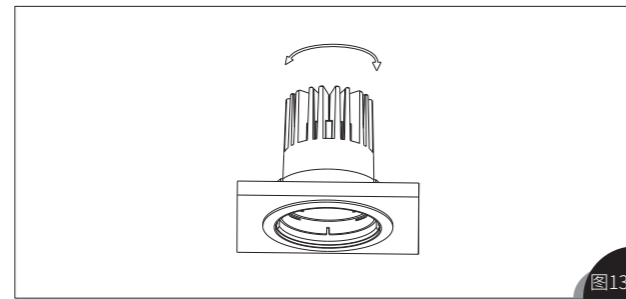

图13
8.灯具模组装入灯体时，应听到灯具咔哒声后，再水平转动旋转灯体，以确认模组安装到位，否则灯体有掉落的风险，如图13所示；